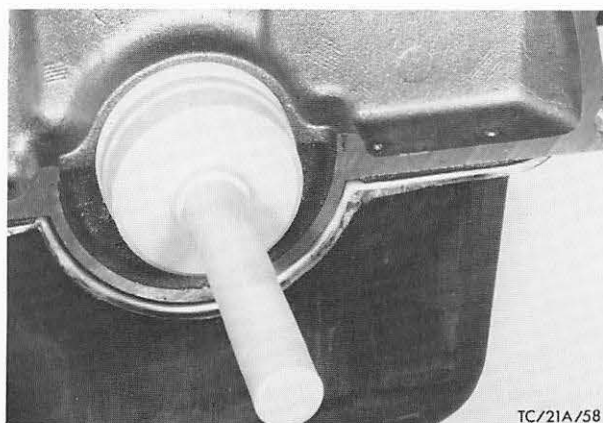

Abb. 298 Radialdichtring mit Spezialwerkzeug GC-6701-B1 einreiben, „C“-Motor
4. Neuen Radialdichtring an der Dichtlippe mit Motoröl benetzen, auf Spezialwerkzeug 21-011-A bzw. GC-6701-B1 schieben und bis zum Anschlag des hinteren Kurbelwellenlagers treiben, Abb. 298.